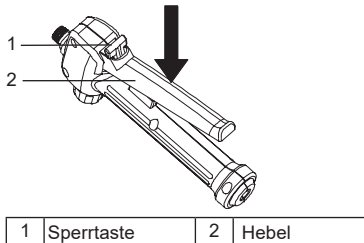

Abbildung 12
3. Halte den Hebel gedrückt, um mit dem Sprühen anzufangen. Siehe Abbildung 12.